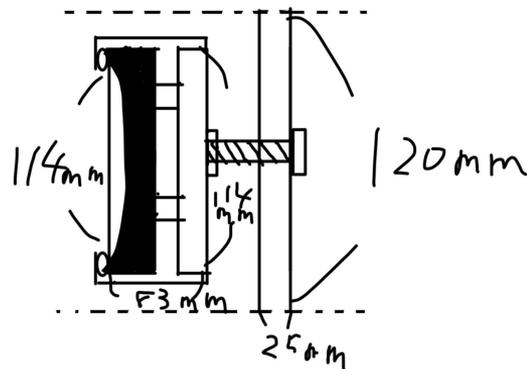
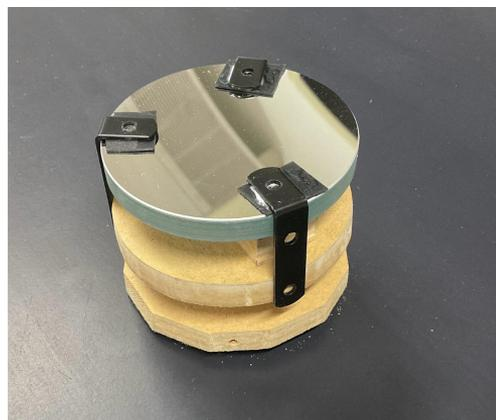

図2 主鏡部の設計図
図3 主鏡部の完成品
①主鏡部:ボルトを回すことで主鏡も回しながら押して微調整できる機構を作成する。円形に切った木材2枚を用い、一方は塩ビ管に固定し、一方は主鏡セルとして用いた。主鏡セルとナットとボルトは一体化させている(図2)(図3)。